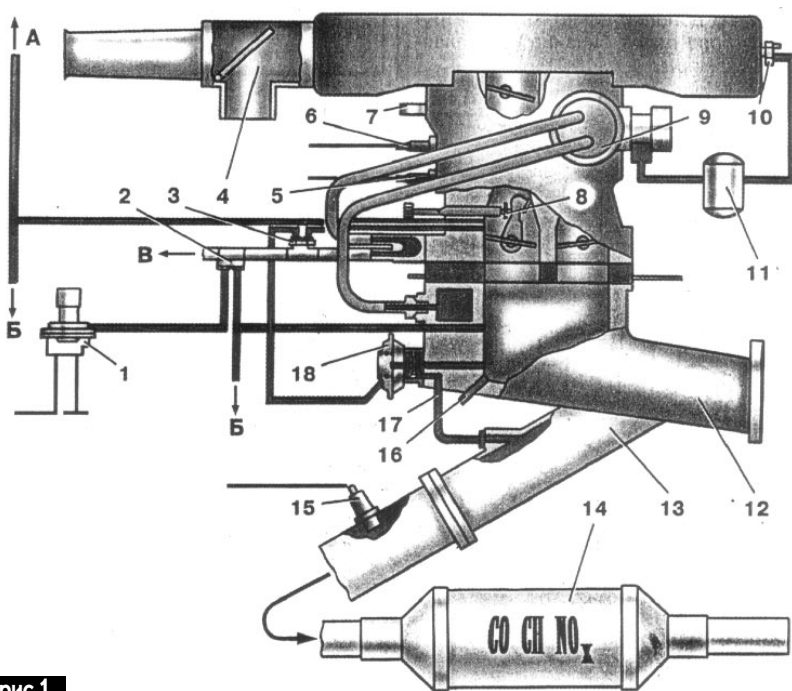
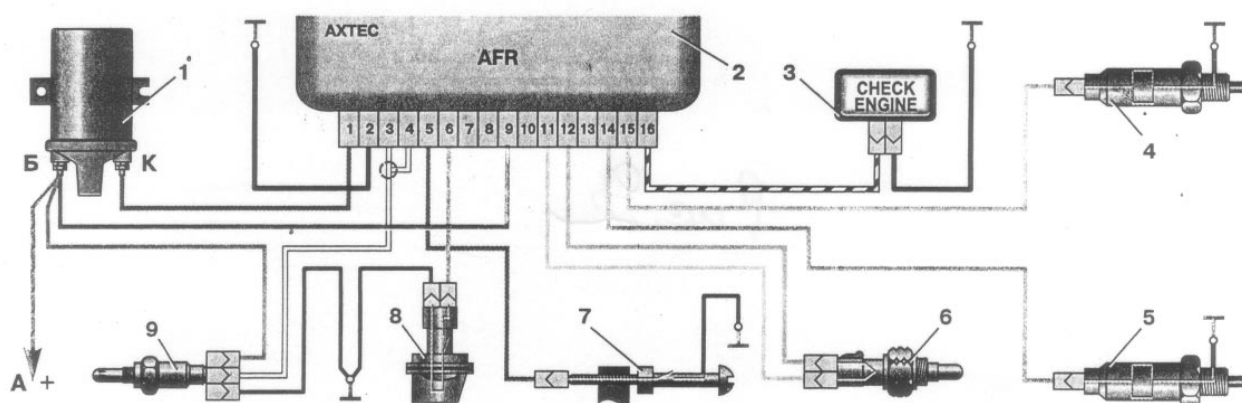

рис.1
рис.2
На части автомобилей устанавливают датчик 6 температуры нейтрализатора (рис.2). По сигналу датчика (при перегреве нейтрализатора) в блоке управления через контакт 11 срабатывает DA1.1, и DD1 включает световое табло [2]. Если датчика нет, то должна стоять перемычка между выводами 11 и 12 блока управления.
Старшинство датчиков следующее (в порядке уменьшения, рис.2): 1 - датчик температуры нейтрализатора 6; 2 - частота вращения двигателя; 3 - датчик полной нагрузки 8; 4 - концевой выключатель карбюратора 7; 5 - датчик концентрации кислорода 9. Таким образом, если система заблокирована датчиком полной нагрузки, то изменение сигналов на актюаторах может произойти только от срабатывания датчика температуры нейтрализатора или при изменении частоты вращения двигателя.
**3. Холостой ход** (обороты более 400 мин-1). Двигатель не прогрет. Система заблокирована термовакuumным выключателем 3 (рис.1), который не подает разряжение из впускной трубы в датчик полной нагрузки 1 (рис.1), датчик 8 (рис.2) и вывод 6 блока 4 [2] сигнал CPU23. Поэтому до момента открытия термовакuumного выключателя актюаторы открыты на 50%.
**4. Холостой ход.** Двигатель прогрет. Определяющими условиями этого режима являются замкнутый концевой выключатель, карбюратора 8 (рис.1), карбюратора 7 (рис.2) и вывод 5 блока, сигнал CPU2 (рис.3). Обороты двигателя в пределах 400-1100 мин-1. Актюатор главной дозирующей системы открыт на 50%, а актюатором холостого хода регулируется состав смеси по сигналу датчика кислорода 15 (рис.1), датчика 9 (рис.2), вывода 3 блока [2].